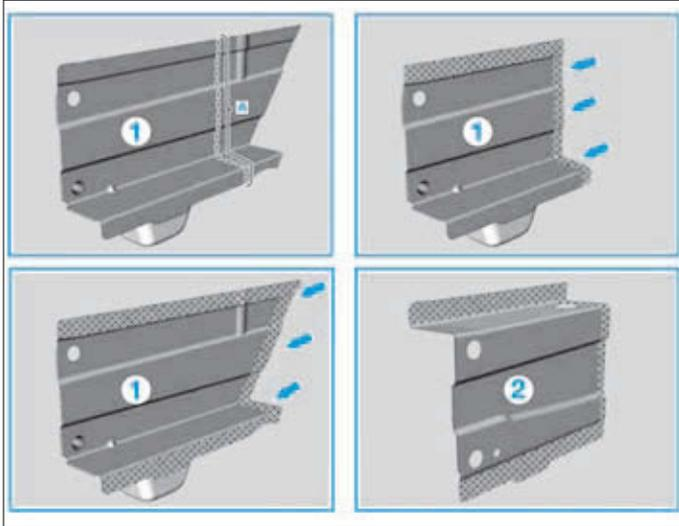
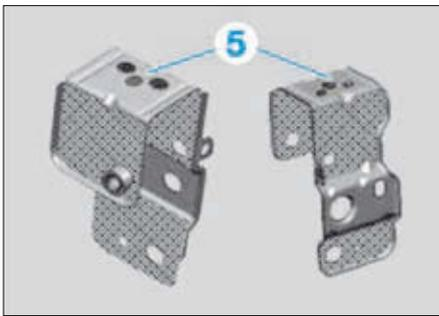

FIG. 3
FIG. 4
- sur les pièces neuve (Fig.3) et (Fig.4).